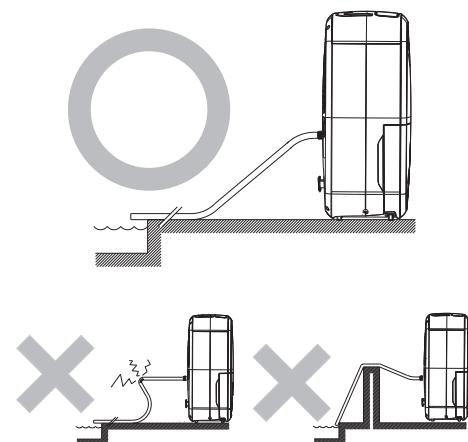

Рис. 2 Правильная установка и расположение шланга для отвода конденсата.
2. Шланг должен быть проложен ровно, без изгибов (Рис. 2).